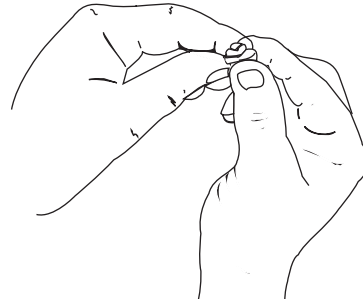

Fig. 31
5. Apriete el filtro para esparcir y retirar el exceso de aceite (Fig. 31).